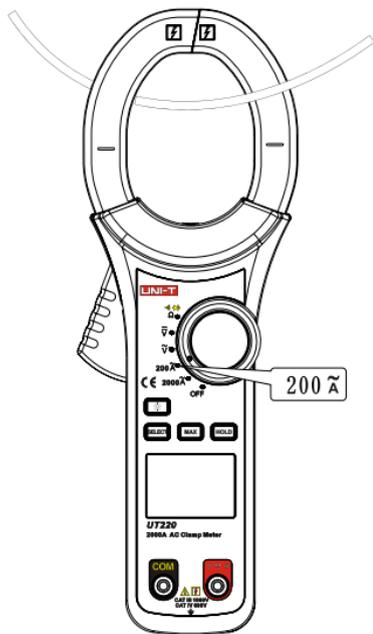

图 9
7.200A交流电流测量 (200 \tilde{A}) (见图9)